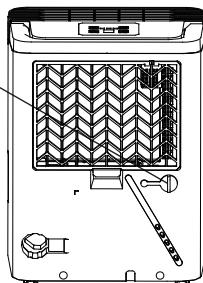
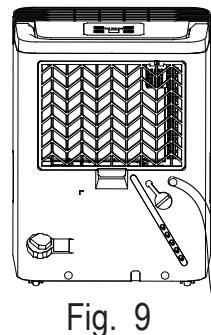

Fig. 8
Fig. 9
- Fjern gummipluggen fra avløpskoblingen på enheten. Koble til en avløpsslange (indre ø=13,5mm) og før denne til et sluk i gulvet eller annet egnet avløp (de fig.8 og fig.9).